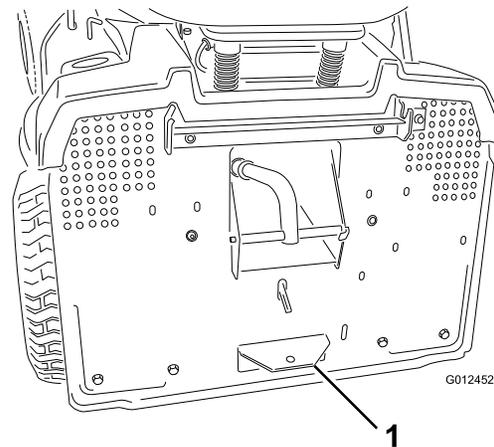

Figure 19
- Attelez l'accessoire au crochet de remorquage situé sur la partie inférieure arrière de la machine (Figure 19).